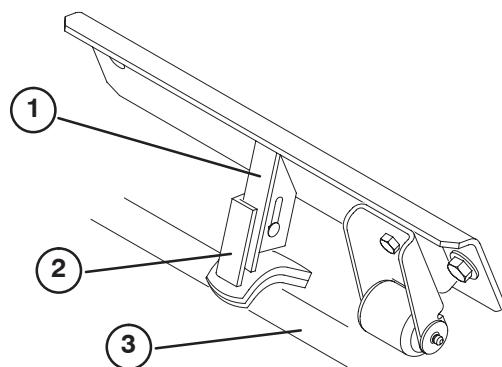

Bild 13
- 2. Lösen Sie am mittleren, vorderen Mähwerk die Schlossschrauben und die Mutter, mit denen der Stabilisatorsattel am Stabilisator befestigt ist (Bild 13).